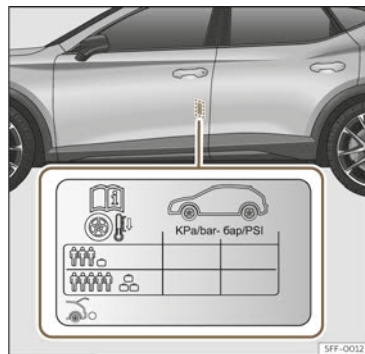

Abb. 246 Einbauort des Aufklebers für den Reifenfülldruck.
- Passen Sie bei größerer Zuladung den Reifendruck entsprechend an >>> (Abb. 246).
Die Angaben zum Reifenfülldruck befinden sich auf dem Aufkleber an der Fahrertürsäule >>> (Abb. 246).
Der Reifendruck muss der aktuellen Fahrzeugbelastung angepasst werden. Wenn das Fahrzeug voll beladen werden soll, muss der Reifenfülldruck entsprechend dem auf dem Reifenfülldruck-Aufkleber angegebenen maximalen Wert erhöht werden >>> (Abb. 246).
Füllen Sie bei einem minimierten Notrad (125/70 R16 oder 125/70 R18) auf einen Druck von 4,2 bar, gemäß Angabe auf dem Aufkleber mit den Reifendruckwerten >>> (Abb. 246).
- Der Fahrer ist verantwortlich für den richtigen Reifenfülldruck an allen Reifen am Fahrzeug. Der empfohlene Reifenfülldruck befindet sich auf einem Aufkleber >>> (Abb. 246).
- Immer den richtigen Reifenfülldruck am kalten Reifen einhalten, wie auf dem Aufkleber angegeben >>> (Abb. 246).